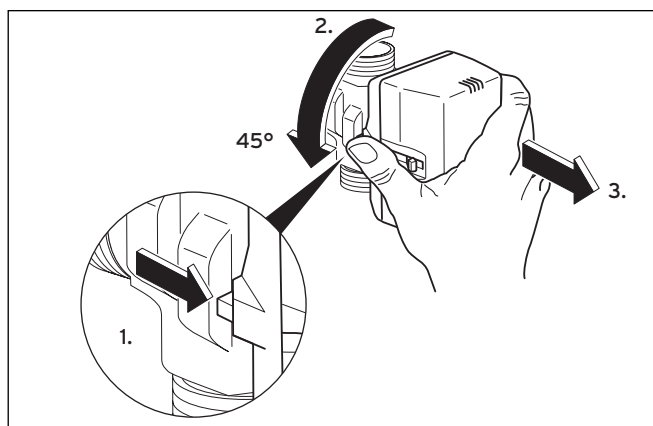

Bild 5.3 Ta bort motorhuset från 3-vägs-ventilen
- Ta bort strömkabeln från 3-vägs-ventilens motorhus (5).
- Ta bort motorhuset (se bild 5.3):